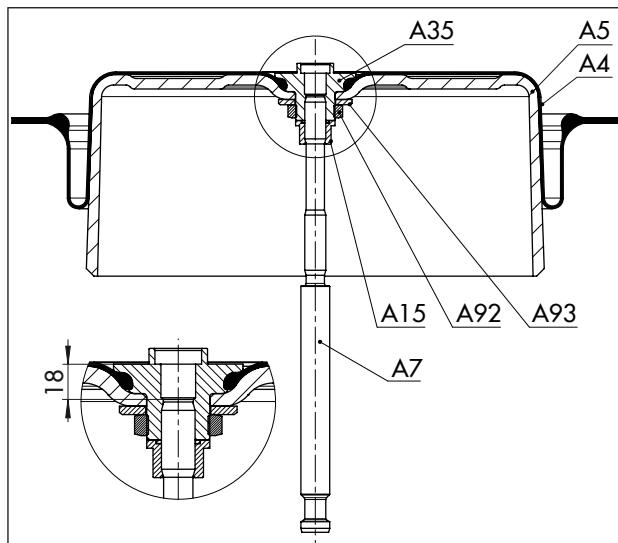

Fig. 13: Ordem das peças no sentido de ação «haste retrai» (1000 cm³)
7. Enrosque a haste do atuador (A7) no sentido inverso, no compressor (A35). Ajuste a dimensão para 18 mm (ver Fig. 13).
15. Desaperte o bujão de exaustão (A16) da ligação da pressão de sinal superior e aperte-o na ligação inferior (S).